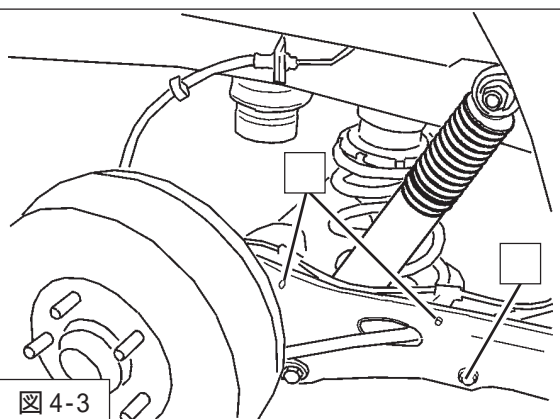

図4-3
5. パーキングブレーキケーブル取付ボルト(締付トルク: 19~25N・m) ABSセンサハーネス取付ボルト(締付トルク: 7.9~10.7N・m) を取付けてください。(図4-3)